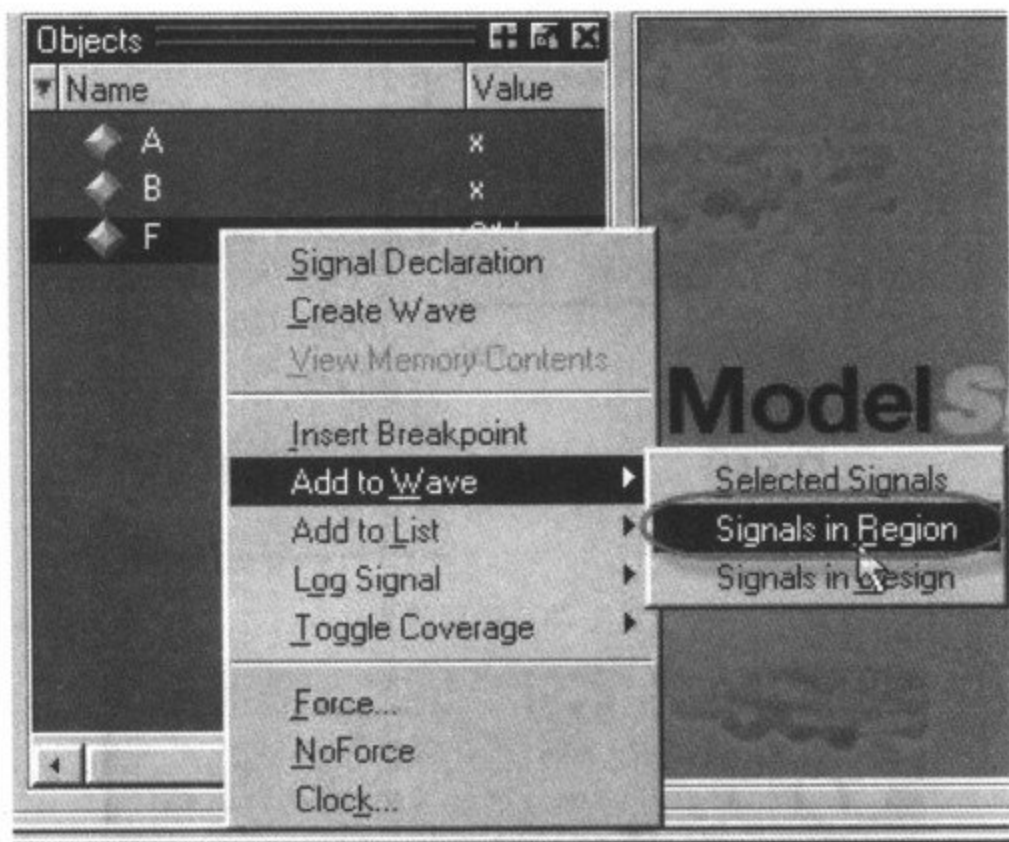

图 3-77 将信号增加到波形窗口中
(2)在 Object 窗口中单击鼠标右键,在出现的快捷菜单中选择 Add to Wave→Signals in Region,将信号增加到波形窗口中,如图 3-77 所示。